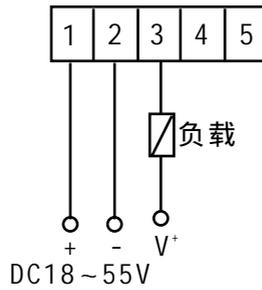

图 6 DC18~ 55V
- ◆ DC 18~55V 供电，集电极开路输出时的系统连线如图6所示。